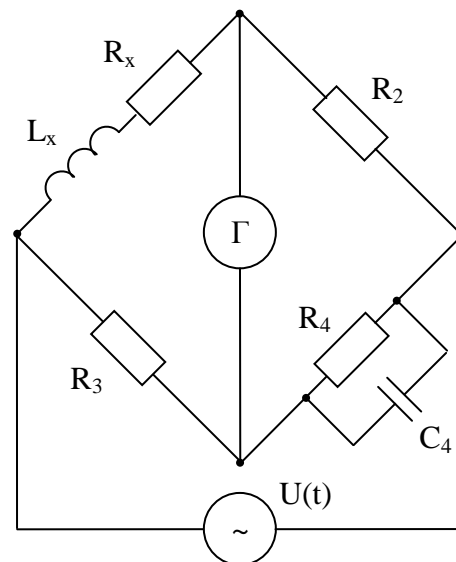

Рис. 7.
21. Мостовая цепь, изображенная на рис. 7, уравновешена. Определите R_x и L_x , если известно, что $R_2 = 100 \text{ Ом}$, $R_3 = 100 \text{ Ом}$, $C_4 = 1 \text{ мкФ}$, $R_4 = 1000 \text{ Ом}$.